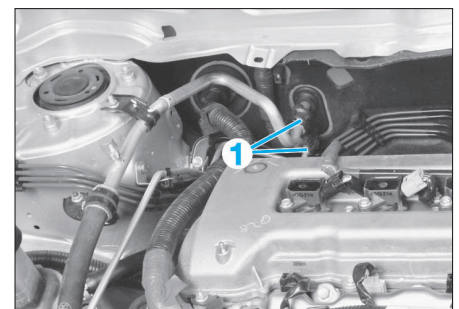

FIG. 12
- Débrancher les canalisations haute et basse pression de climatisation (1) près du tablier (fig. 12).